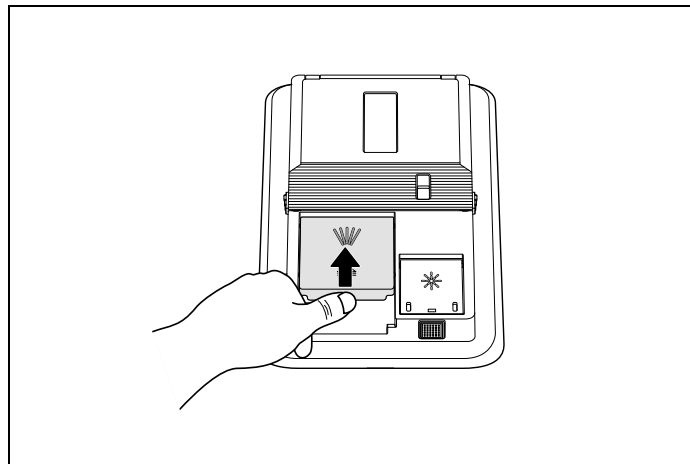

Fig. 63
- 3) Chiudere il coperchio e spingerlo finché non si blocca (Fig. 63).